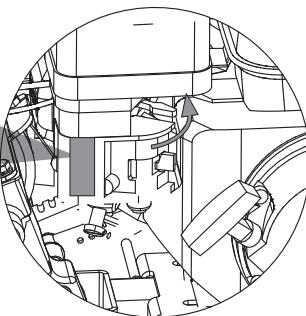

Рис. 16
- После запуска и прогрева двигателя переведите воздушную заслонку в положение «ОТКРЫТО» (рис. 16).